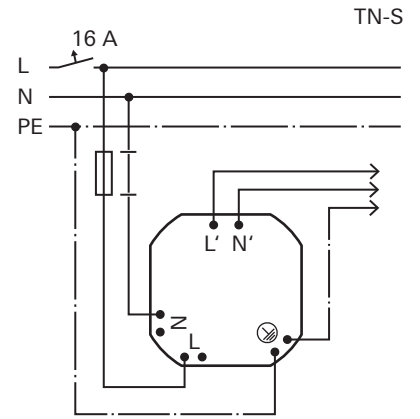
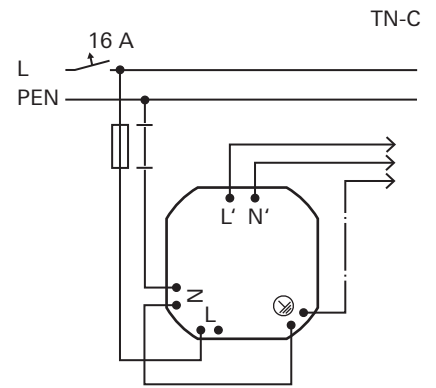
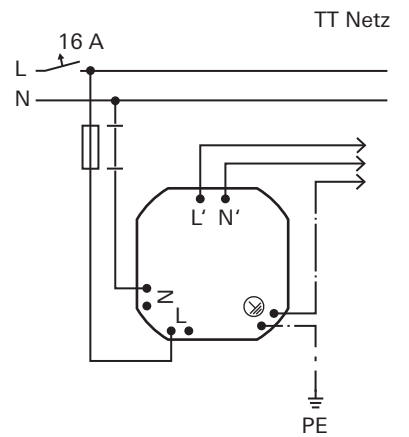

Fig. 5
Fig. 6
Fig. 7
- Koble til apparatet iht. bruksområdet: Tilkobling TN-S-nett (fig. 5), TN-C-nett (fig. 6) eller TT-nett (fig. 7).